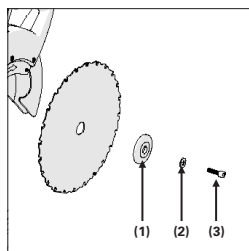

Fig. 30
Nota: Os dentes da lâmina devem apontar sempre para baixo na frente da serra. Coloque a flange externa (1) (com o lado plano na ferramenta), a arruela e o parafuso do eixo (3) (**Fig. 30**).